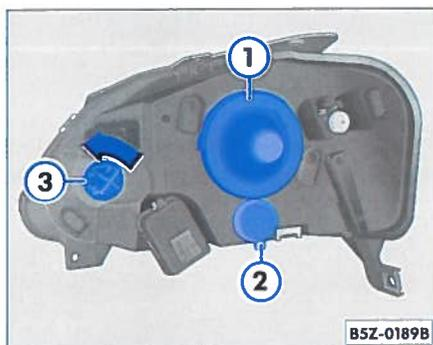

Abb. 115 Übersicht der Lampen
- Nehmen Sie die Schutzkappe ⇒ Abb. 115 ② ab.